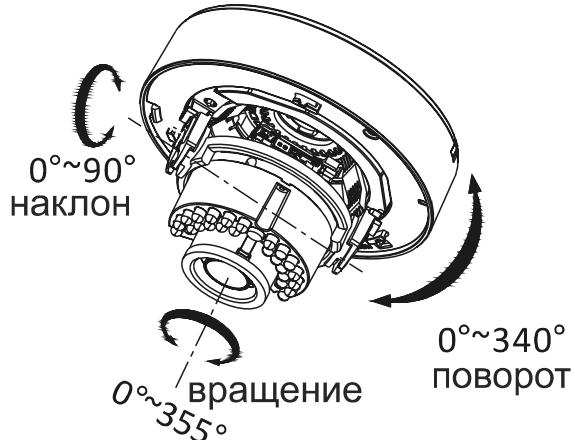

Рис. 2.4. Настройка поля зрения видеокамеры
9. Направьте объектив на желаемую зону наблюдения. В данной модели диск основания поворачивается на $0^\circ\ldots340^\circ$, угол наклона объектива составляет $0^\circ\ldots90^\circ$, угол вращения объектива составляет $0^\circ\ldots355^\circ$. При необходимости настройки положения и фокусировки объектива необходимо ослабить соответствующие фиксирующие винты. После завершения настройки фиксирующие винты необходимо затянуть (Рис. 2.4).